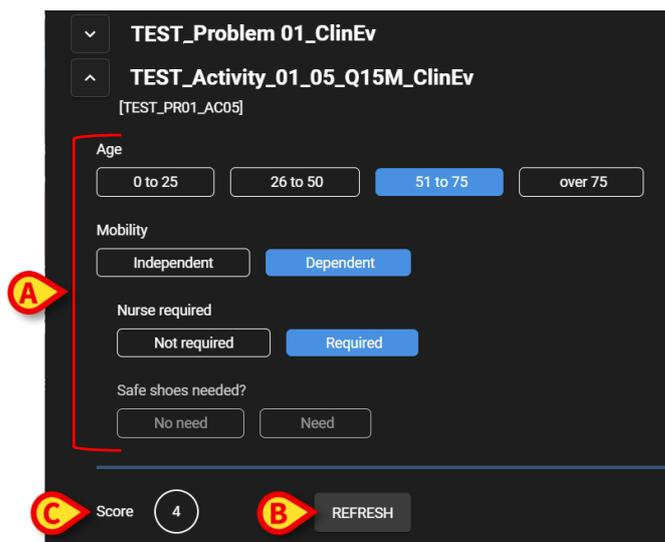

Fig 85
- Especifique toda la información requerida (Fig 85 **A**).
- Pulse el botón **Refresh** (Actualizar) (Fig 85 **B**).
La evaluación se calcula automáticamente y se muestra en un campo de resultados (Fig 85 **C**).